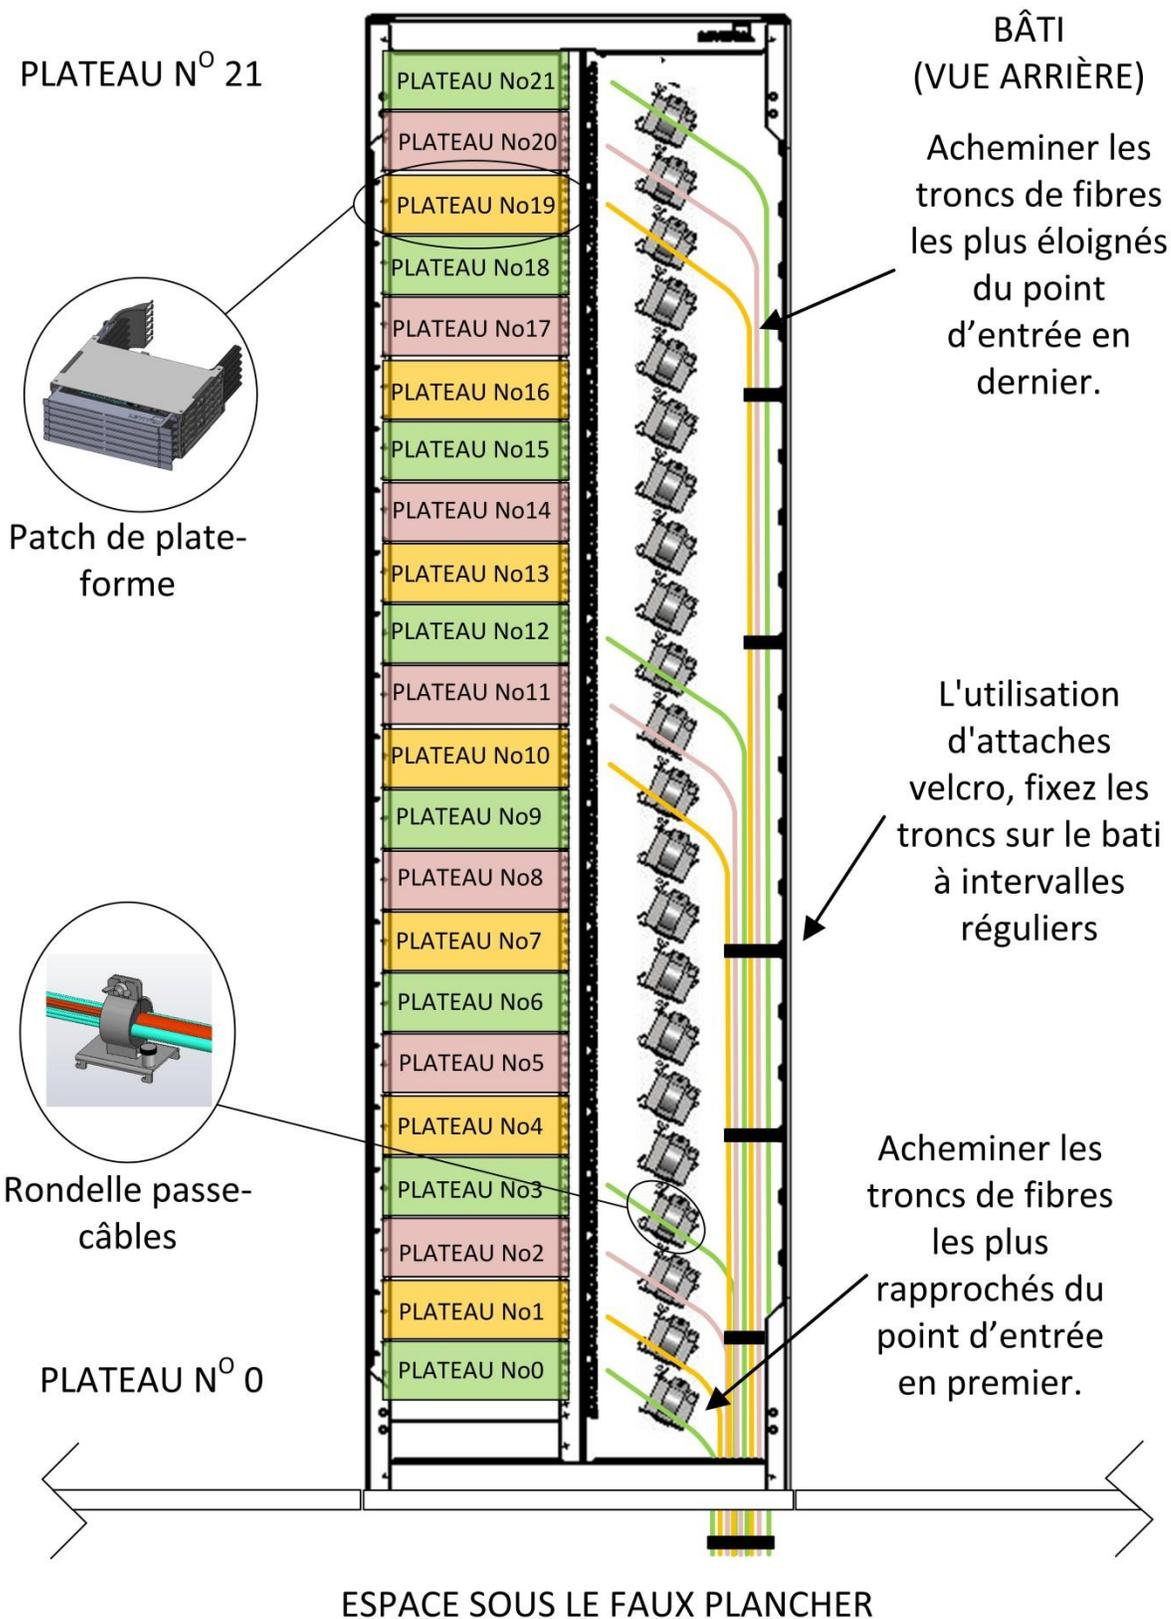
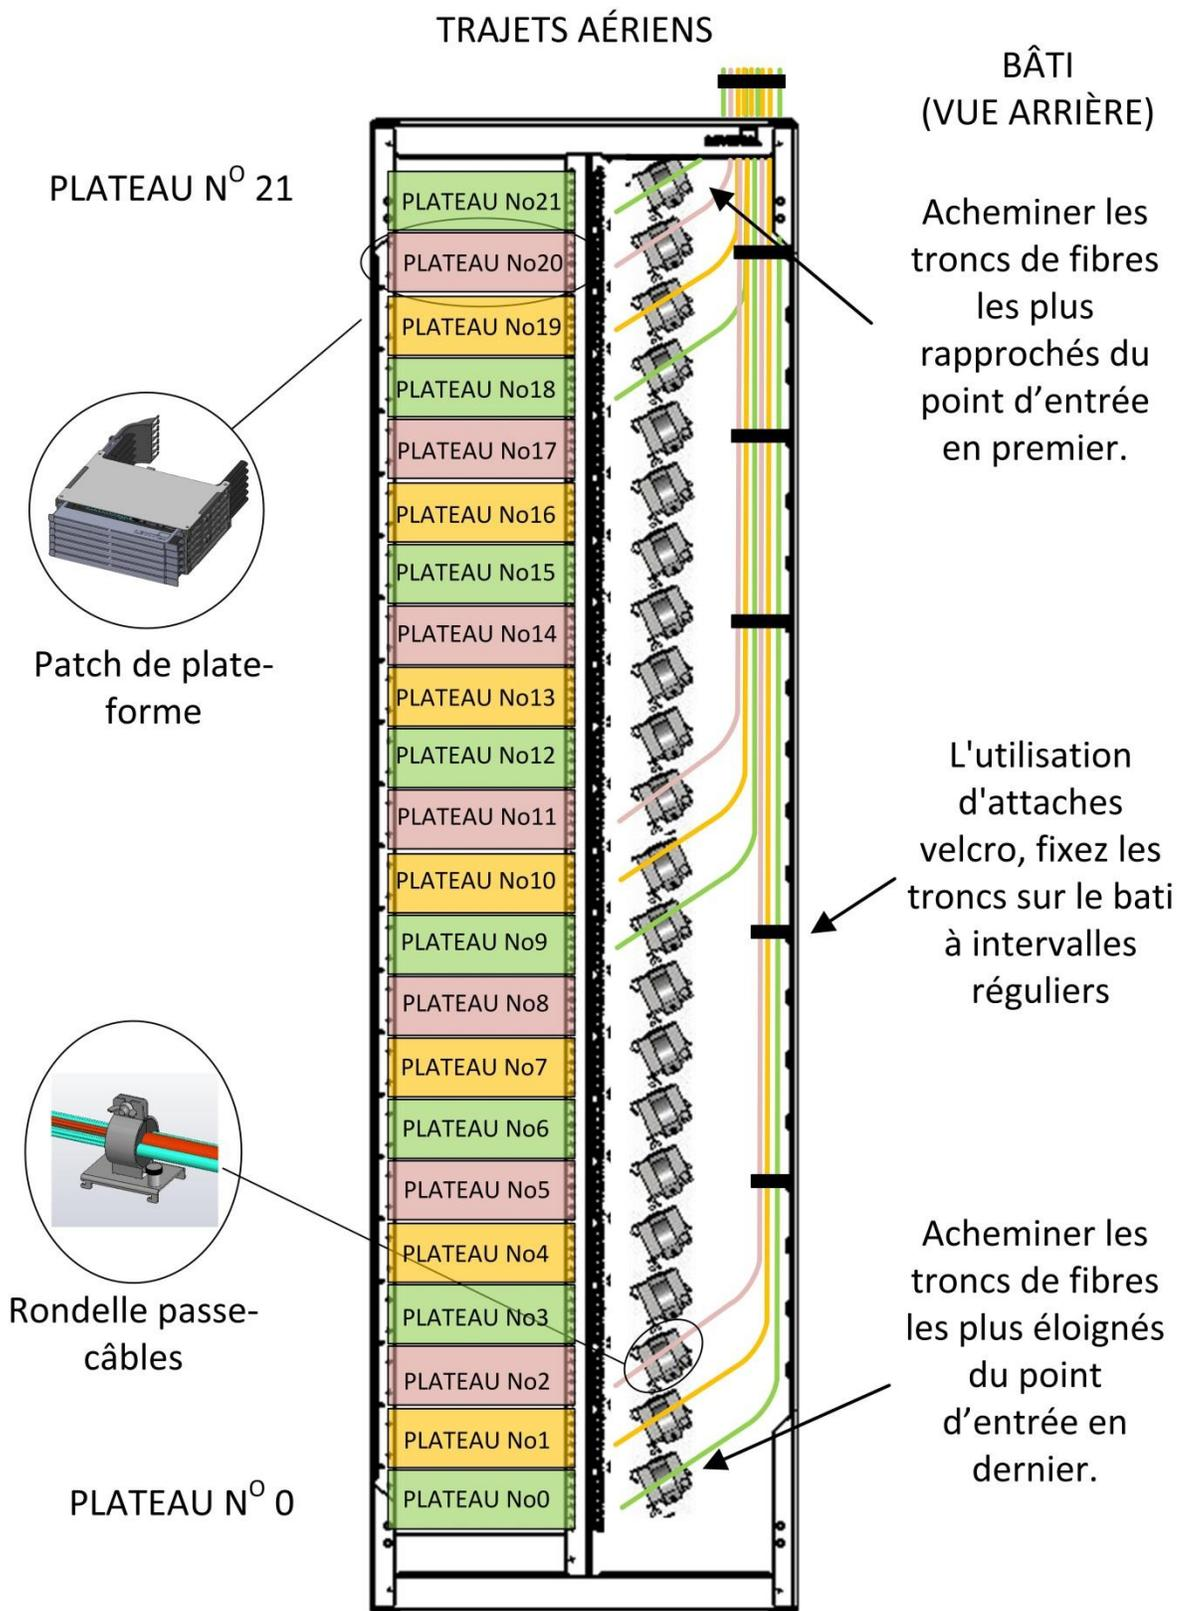

Figure 18
Figure 19
- a. On trouve ci-dessus des exemples d'acheminement du bas (figure 18) ou du haut (figure 19).